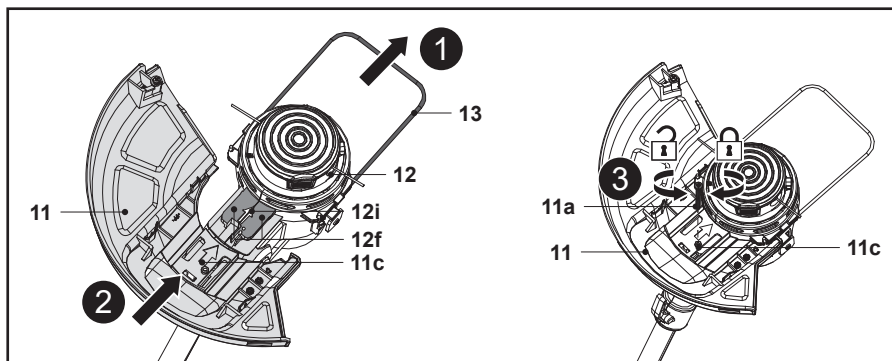

Fig. 1
1. Retourner la tête de coupe-bordures (12).
3. Sortir d'abord le protecteur de plantes (13) (Fig. 1, étape 1), puis aligner et faire glisser la protection (11) sur les glissières (12f) de la tête de coupe-bordures (12) (Fig. 1, étape 2). Insérer complètement la protection (11) et s'assurer que les trous de vis (11c, 12i) sont bien alignés.
4. Fixer la protection (11) avec la vis (11a) dans le sens des aiguilles d'une montre (Fig. 1, étape 3).